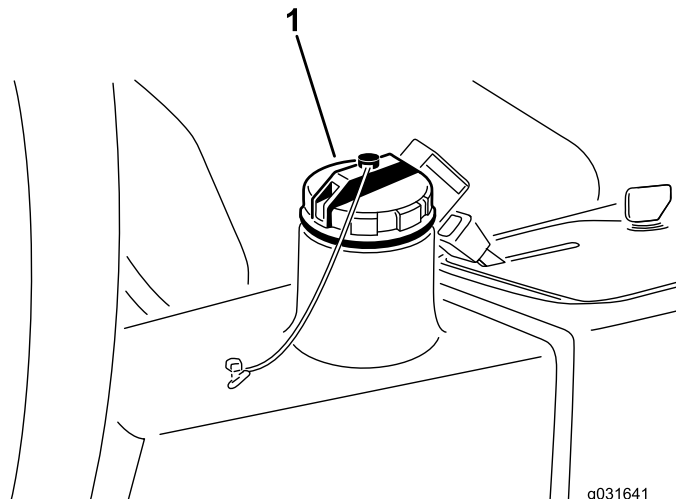

Figure 64
4. Versez environ 13,2 litres de liquide hydraulique dans le réservoir (Figure 64) ; voir Contrôle du système hydraulique (page 52).